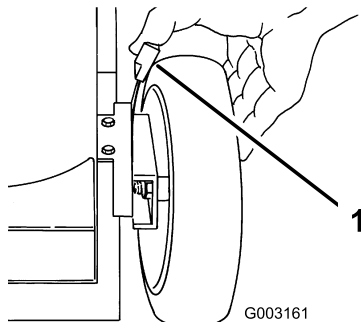

Bild 16
1. Ziehen Sie den Radhöhenstellhebel zum Rad (Bild 16) und schieben Sie ihn in die gewünschte Stellung.